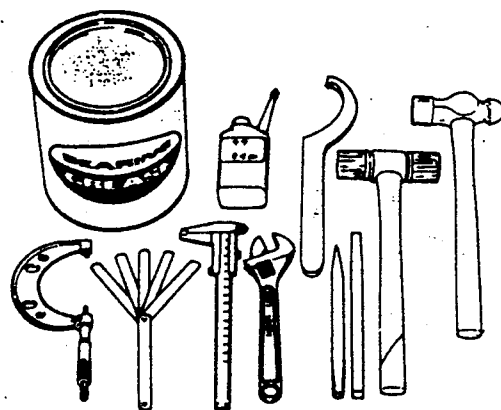

図1
- (1) 取付工具、測定工具、油砥石、潤滑剤、ウエスなどを用意し、これらの工具類は事前にごみ、付着物などを拭き取っておく(図1)。